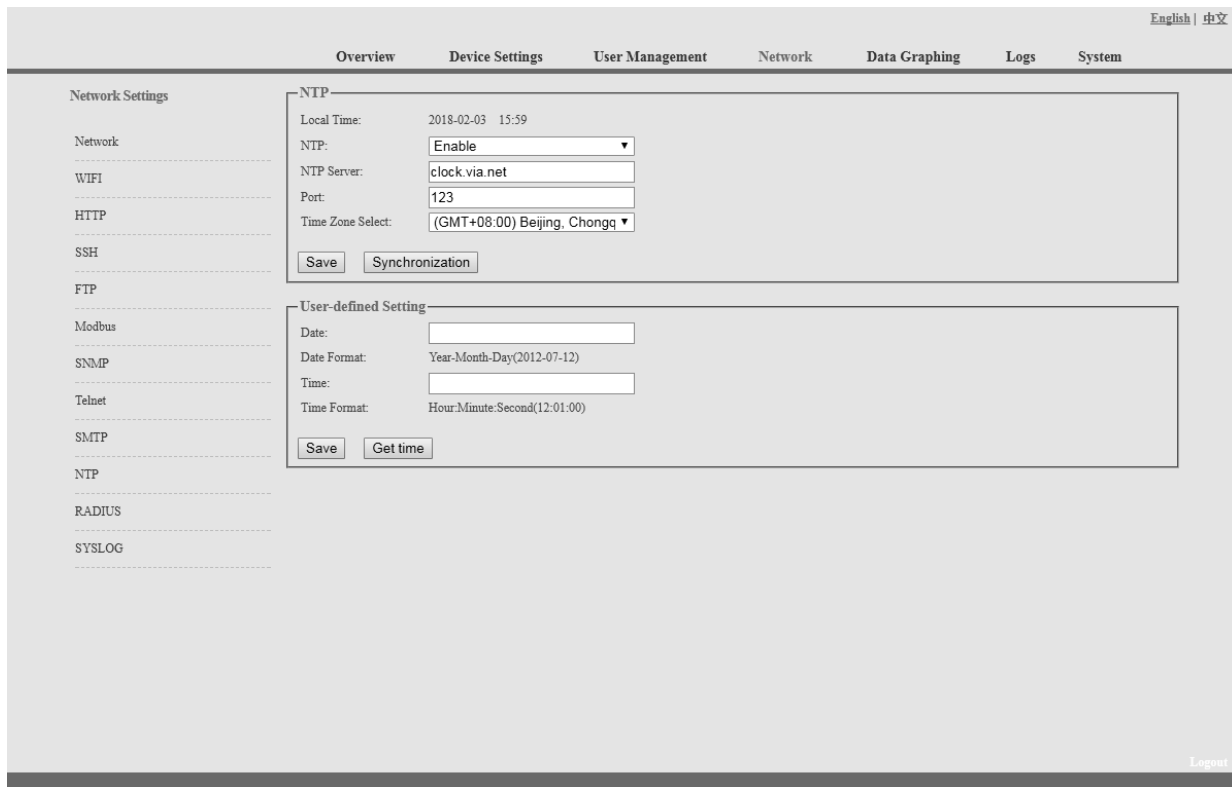

Abbildung 1-14
J. NTP-Einstellungen: Klicken Sie in den Netzwerkeinstellungen auf NTP, wie in Abbildung 1-14 dargestellt.